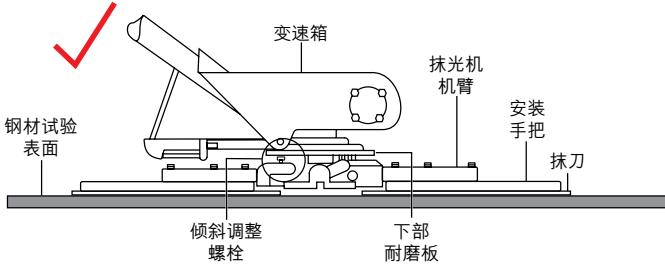

图48. 正确的抹刀倾斜度（水平）
2. 尽可能水平地倾斜抹刀。倾斜度调整螺栓（图48）应与（0.254 mm最大空隙）十字架上的**下部耐磨板**连接。所有倾斜度调整螺栓应与下部耐磨板保持同等的距离。如果其中一个未连接，则有必要对其进行调整。